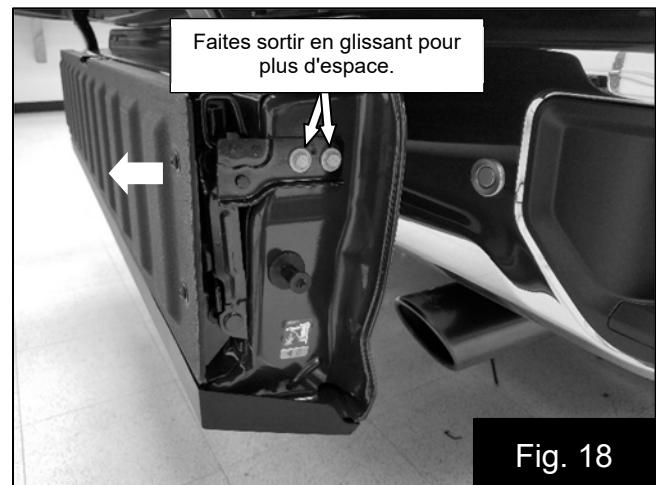

Fig. 18
33. Fermez le marchepied au-dessus du déflecteur du haut-parleur, puis vérifiez l'espace libre entre le marchepied et le déflecteur. Si un dégagement supplémentaire est nécessaire, ouvrez le hayon intérieur, puis desserrez les deux boulons de charnière de chaque côté. Éloignez-vous du déflecteur, puis resserrez les boulons de charnière. Revérifiez le dégagement, puis assurez-vous que le marchepied se ferme toujours facilement. Fig. 18